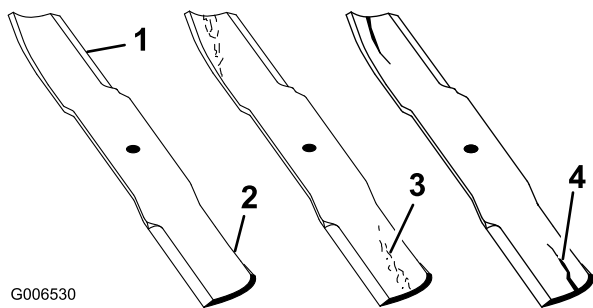

Figure 77
1. Examinez le tranchant des lames (Figure 77). Si les lames coupent mal ou présentent des indentations, déposez-les et aiguisiez-les (voir Aiguisage des lames).
2. Inspectez les lames, surtout la partie relevée. Remplacez immédiatement toute lame fendue, usée ou qui présente une entaille (Figure 77).